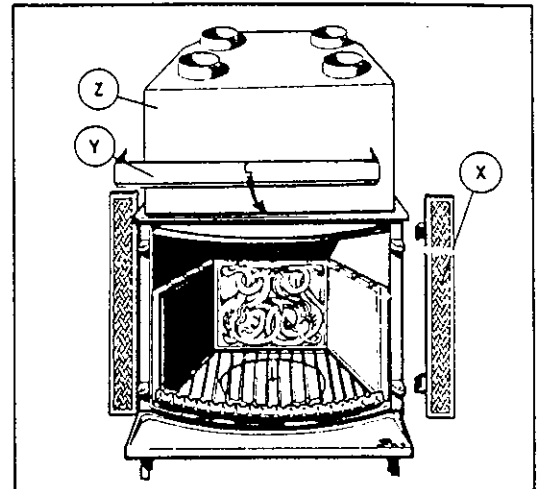

Fig. 10
### SIDE TRIM PANELS, RUSTIC AND CLASSIC, X. Fig. 10
### TOP TRIM PANELS (Y). Fig. 10